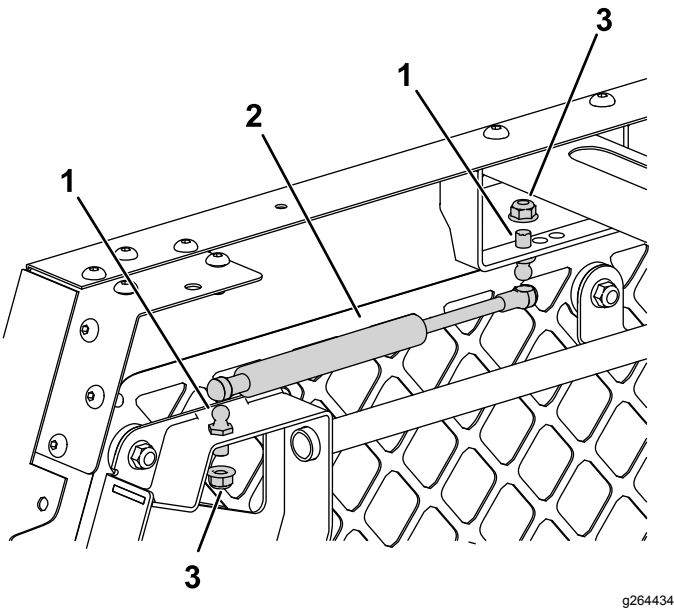

图14
2. 在两侧分别使用 2 个球头螺栓和 2 个凸缘螺母 5/16 英寸将弹簧固定到门笼组件和支架安装架最远处的孔图 14。